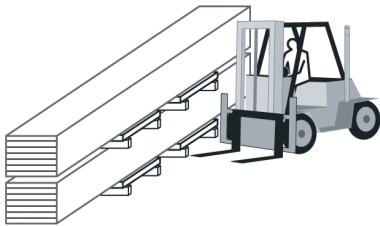

Abb. 1
1. Maximal zwei Pakete heben oder transportieren (Abb. 1) und auf ebener Fläche lagern